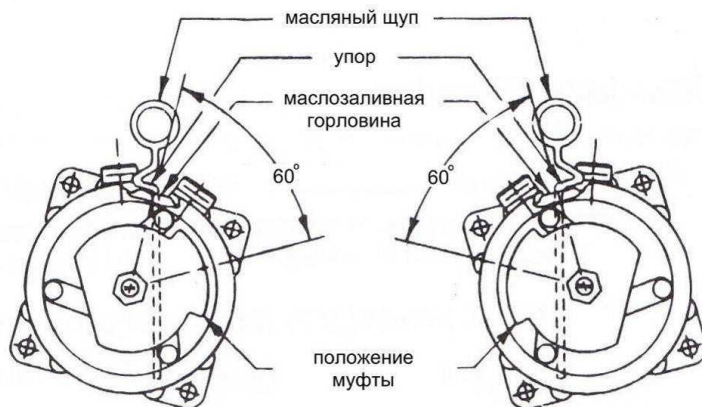

Рисунок 1.4
– Выставить противовес муфты компрессора под углом 60 градусов, относительно вертикальной плоскости компрессора. См. рис. 1.4.
– Не меняя ориентации противовеса относительно корпуса компрессора, повернуть компрессор так, что бы масляный щуп в маслозаливной горловине смотрел строго вертикально (Рис.1.4).